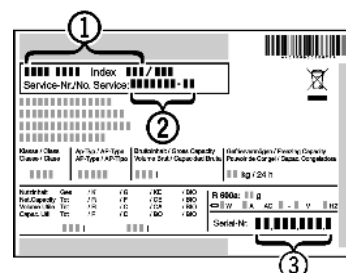

Fig. 10
- ▶ Odczytać z tabliczki znamionowej oznaczenie urządzenia *Fig. 10 (1)*, nr serwisowy *Fig. 10 (2)* oraz numer seryjny *Fig. 10 (3)*. Tabliczka znamionowa znajduje się po lewej stronie urządzenia.
- ▶ Poinformować serwis i podać opis zakłócenia, oznaczenie urządzenia *Fig. 10 (1)*, nr serwisowy *Fig. 10 (2)* oraz numer seryjny *Fig. 10 (3)*.